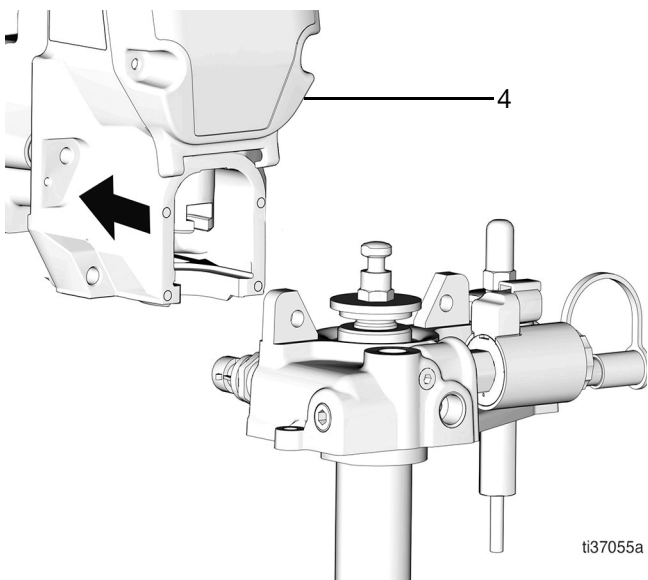

FIG. 34
13. Tirez vers le haut la section inférieure pour la séparer de la tête d'engrenage (4) (FIG. 34).